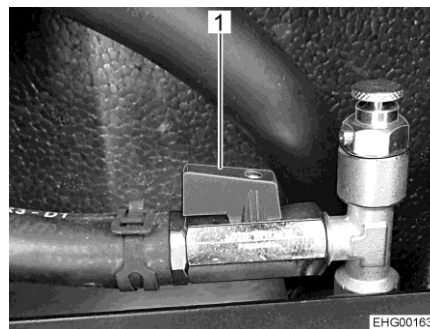

Fig. 169 Grifo esférico (abierto)
- Ajustar la palanca (Fig. 169,1) en paralelo a la tubería.